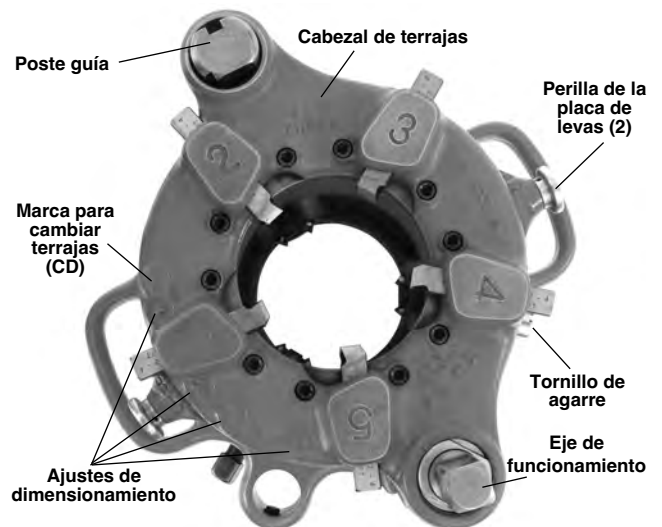

Figura 3 – Roscadora a engranajes con el eje de funcionamiento hacia arriba (se muestra el Modelo 141)
2. Extraiga el tornillo de agarre de la placa de selección (Figura 3).